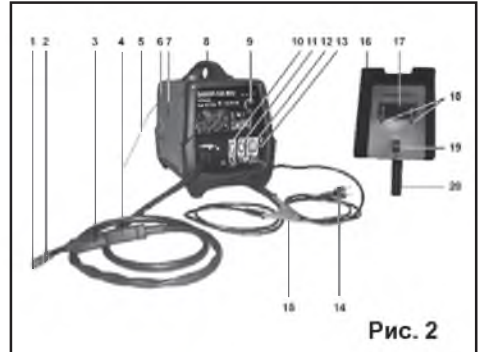

Рис. 2
7. УСТРОЙСТВО Рис. 2,3
- 8.1.3. Как показано на Рис.2, соберите защитный щиток (16). Рукоятка (20) и светофильтр (17) закрепляются на защитном щитке (16) при помощи зажимов - без применения вспомогательного инструмента.
Регулировка сварочного тока производится переключателями (10 и 11), Рис.2.
Регулировка скорости подачи сварочной проволоки производится ручкой регулятора (9), Рис.2.